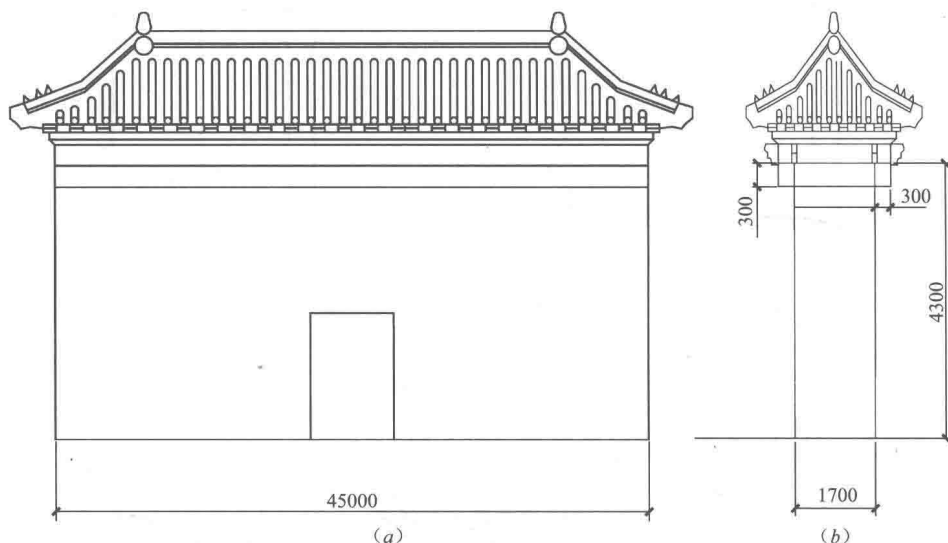

图 1-3 仿古城围墙示意图
**【例 1-3】** 图 1-3 为一段长为 45m 的仿古城围墙的侧面示意图，所用城墙砖为  $480\text{mm}\times 240\text{mm}\times 130\text{mm}$ ，墙中门的尺寸为  $1200\text{mm}\times 2100\text{mm}$ 。根据图中尺寸，计算该城墙墙体工程量。